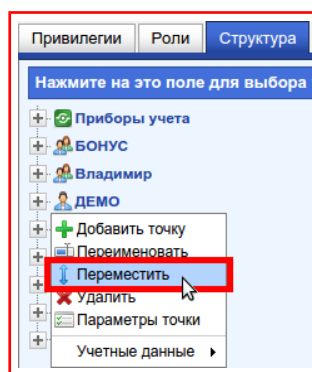

Рисунок 9.65 — Пункт «Переместить»
- 2) В появившемся меню выбрать **«Переместить»**, рисунок 9.65;